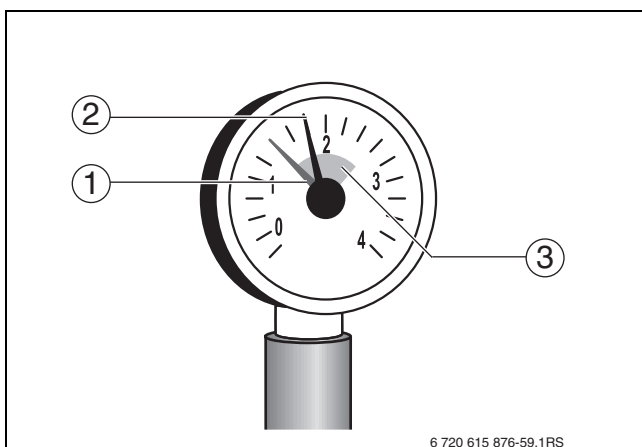

Рис. 24 Манометр для закрытых установок
- ▶ Закрепите крепёжную пластину внутри прерывателя тяги двумя винтами. Активная часть в середине датчика должна располагаться по центру дымовой трубы (рис. 24).